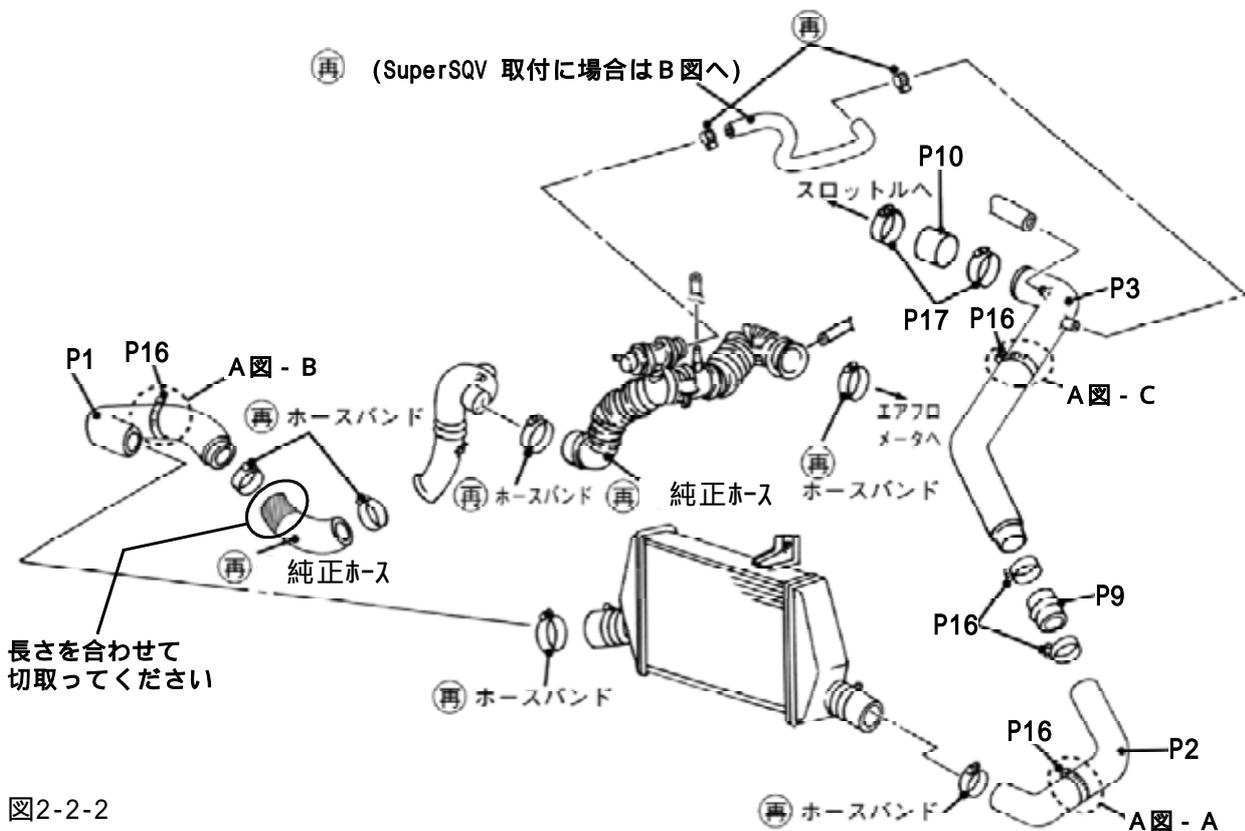

図2-2-2
- (1) インレットパイプとタービンが確実に接続できる長さを確認してから、図2-2-2の斜線部を切ってください。(図2-2-2)
- (2) 図2-2-2の純正ホース、インレットパイプ、アウトレットパイプ 1、アウトレットパイプ 2を図のように取付けてください。(図2-2-2)
- (4) 図2-2-2の純正ホース、純正ホースを図のように取付けてください。(図2-2-2)